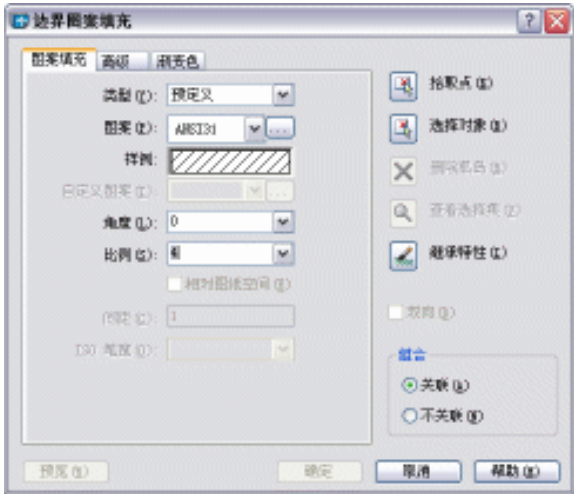
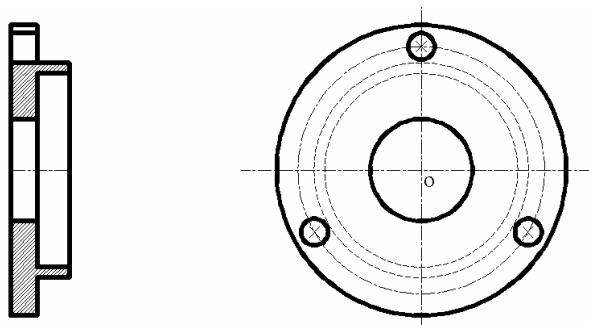

图 5-2-20
图 5-2-21
- STEP 05 用图案填充工具，填充主视图中的内部孤岛，图案填充对话框如图 5-2-20 所示。
在“比例”文本框中输入 4, 如图 5-2-20 所示, 单击“确定”按钮, 填充图案后的效果如图 5-2-21 所示。
STEP 06 利用线性标注、半径标注、直径标注工具和编辑命令给图 5-2-21 标注尺寸。